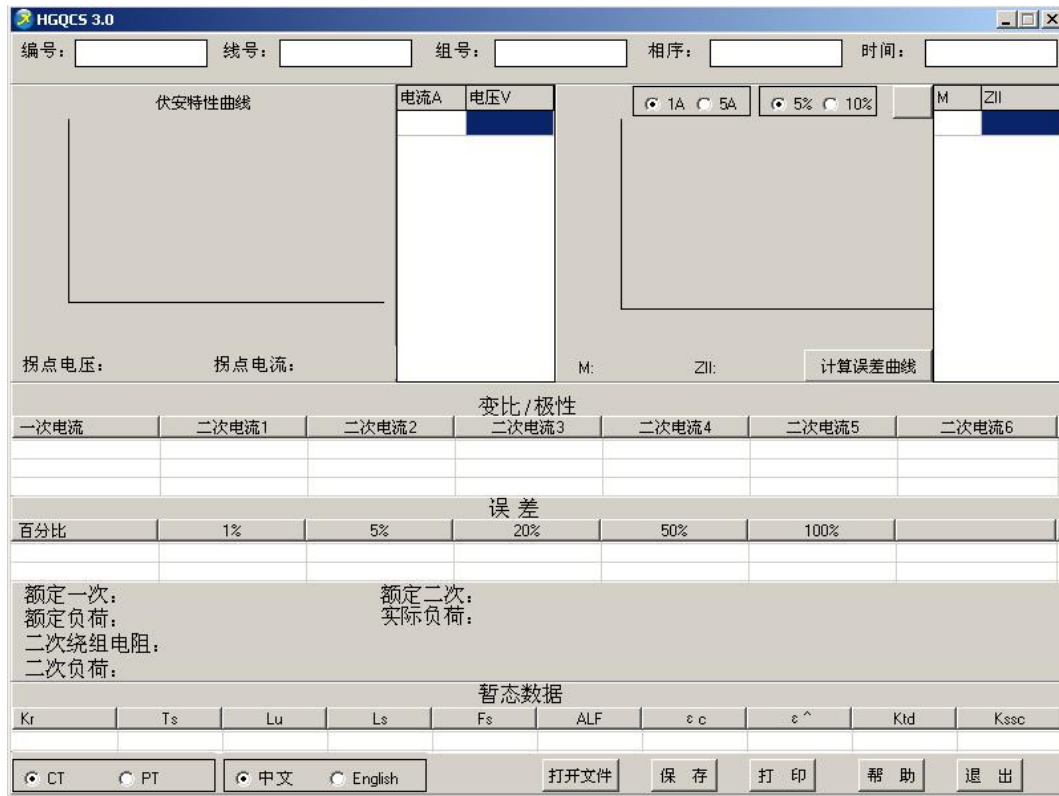
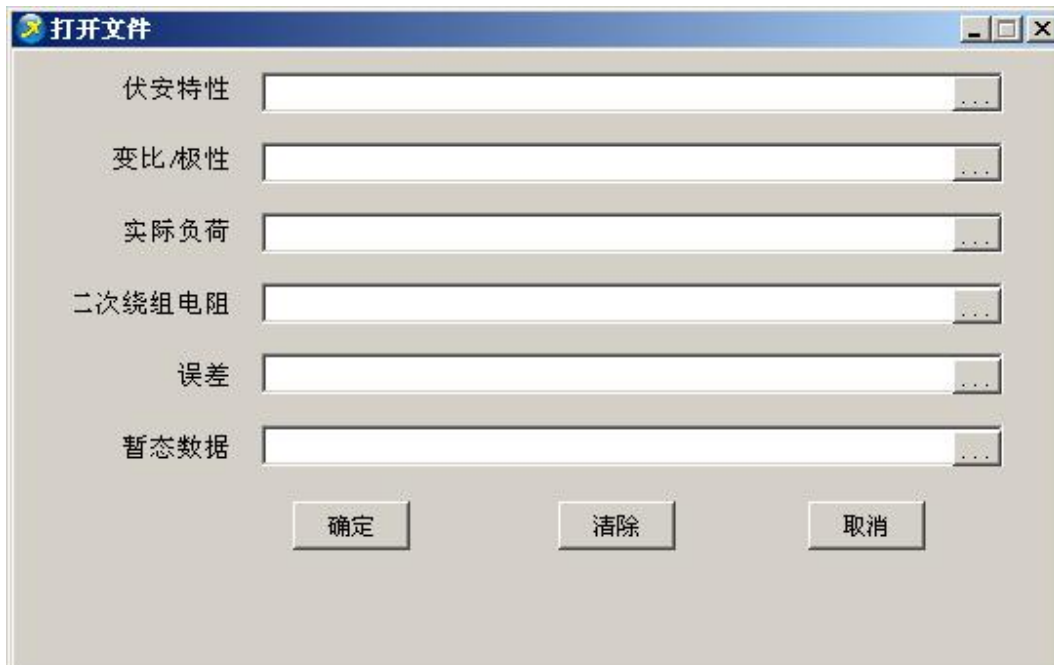

图 38
图 39
在 CT/PT 测试主界面中，选择进入“数据查询”试验界面（如图 36），根据需求选择“励磁”、“负荷”、“直阻”、“变比极性”、“角差比差”、“返回”等测试选项，选定测试项目后，进入图 39 测试界面，显示仪器中该项目下所保存的最新的测试结果，可以选择“**上页**”、“**下页**”、“**转存**”、“**返回**”、“**清除**”选项进行相应操作。
- 11.3 安装完毕后，打开“伏安特性”文件夹，选择打开“VATeXing.exe”操作软件，如图 38 即为上位机操作软件。
- b)、在图 38 中选择打开“选择文件”，出现图 39 操作窗口，在图 39 中可根据需要载入所需文件。